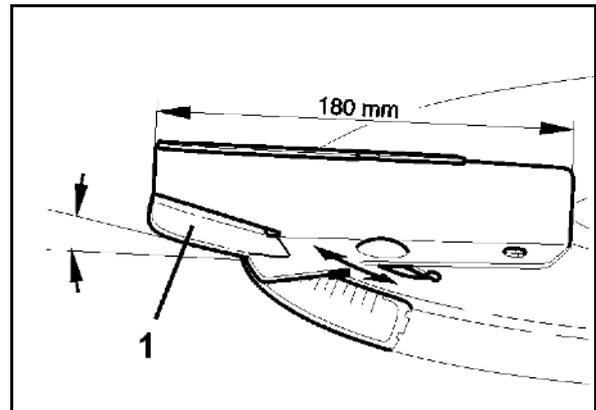

Fig. 64
2. Desserrez les leviers de serrage (Fig. 64/2).
3. Recherchez sur l'échelle graduée (Fig. 64/1) la valeur indiquée par le tableau d'épandage ou déterminée à l'aide du dispositif de contrôle de débit concernant la position des clapets.
4. Positionnez les arêtes de lecture (Fig. 64/4) de l'indicateur (Fig. 64/3) sur cette valeur de l'échelle graduée.
5. Resserrez à fond les leviers de serrage (Fig. 64/2).